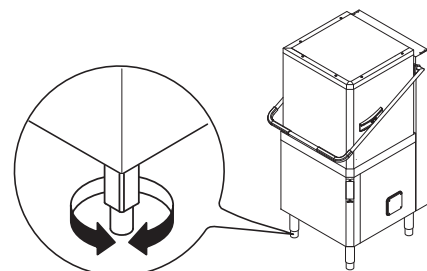

Figura 8 Regulagem dos pés
- Efetue a regulagem do aparelho, girando os respectivos pés reguláveis e certifique-se de que ele esteja em uma posição perfeitamente horizontal, tanto longitudinal como transversalmente (Figura 8).